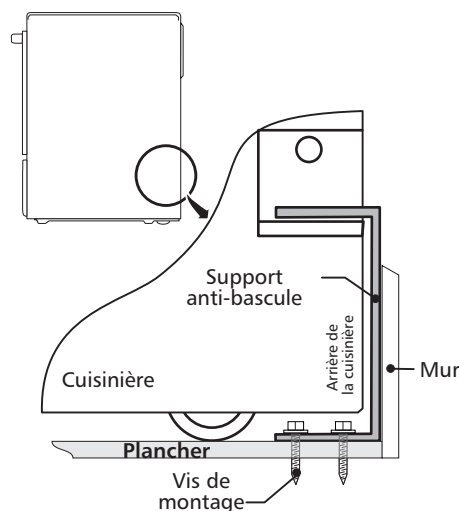

Figure 13
4. Enlevez le gabarit et placez le support anti-bascule sur le plancher. Alignez les trous dans le support anti-bascule avec les trous tracés sur le plancher et fixez avec les 4 vis fournies. Le support anti-bascule doit être fixé sur un plancher solide (Figure 13). Si vous les fixez à un plancher en béton, percez d'abord des trous pilotes de 3/16" (0,5 cm) de diamètre à l'aide d'un foret à maçonnerie.